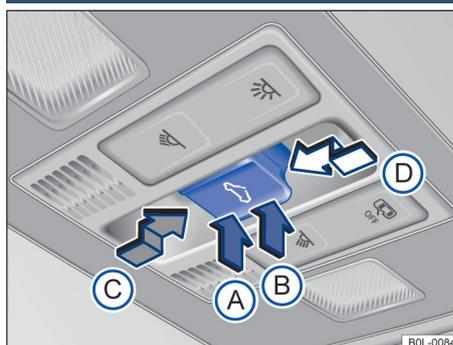

Рисунок 49. Потолок: Кнопка панорамного сдвижного/откидного люка
- Чтобы сдвинуть люк: Нажмите кнопку  → Рисунок 49  в позицию 1. Автоматический режим: Нажмите кнопку  в позицию 2.